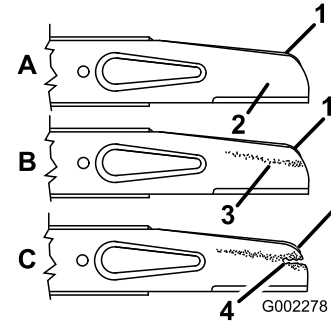

Bild 30
2. Entfernen Sie die Messermuttern, das Gaspedal und das Messer (Bild 30).